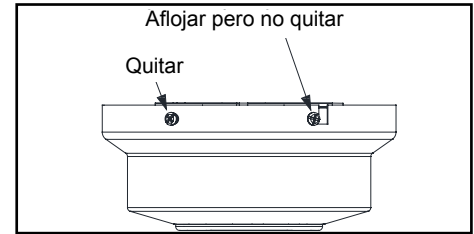

Figura 6
2. Retira el soporte de montaje de la cubierta aflojando los cuatro tornillos en la parte superior de la cubierta. Quita los dos tornillos sin ranura y afloja los tornillos ranurados. Esto te permitirá retirar el soporte de montaje (Figura 6) .